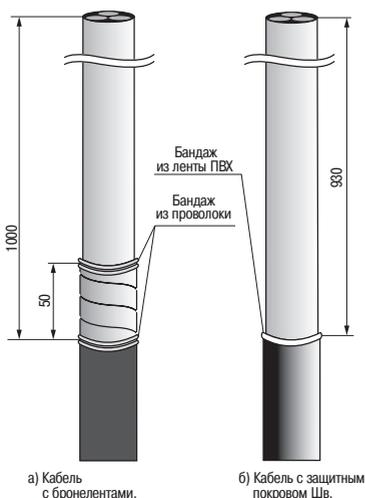

Рисунок 2.
4.3 На расстоянии 50 мм от среза защитного покрова наложить поверх бронелент бандаж из 2–3 витков стальной оцинкованной проволоки (рисунок 2а).
4.5 Для кабеля с защитным покровом типа Шв выполнить продольный надрез от кольцевого надреза до конца кабеля и удалить шланг (рисунок 2б).